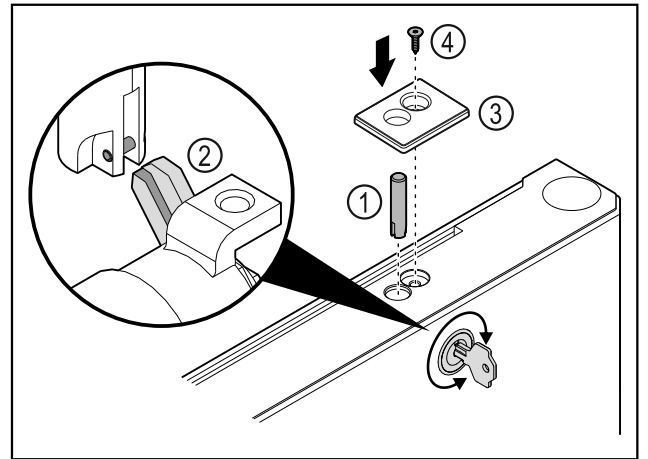

Fig. 41
- ▶ Aseta lukkopultti Fig. 41 (1) paikalleen.
- ▶ Kierrä lukkoa hiukan, jotta lukkopultti Fig. 41 (2) lukittuu lukon rakoön.
- ▶ Aseta suojus Fig. 41 (3) paikalleen.
- ▶ Aseta ruuvi Fig. 41 (4) paikalleen.